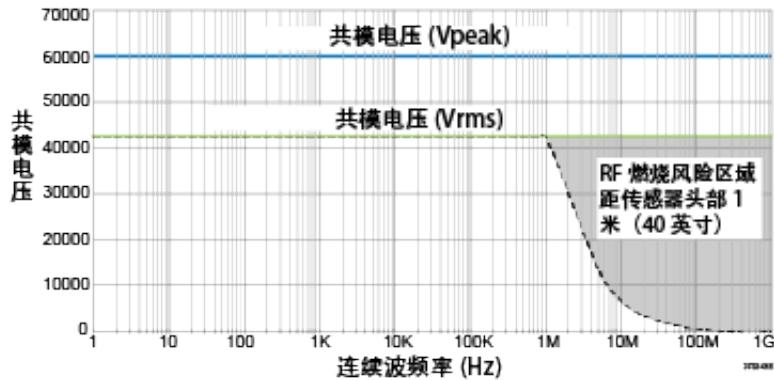

图2: 传感器头部和接地之间共模电压的最大安全处理限制。
- 请务必查看最大额定值和降额曲线，以了解 RF 燃烧区域的更多信息。图 2: 传感器头部和接地之间共模电压的最大安全处理限制。on page 24